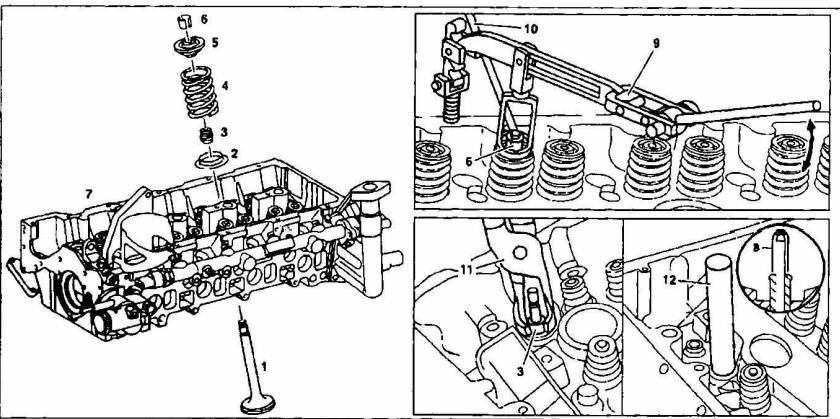

Рис. 23. Снятие и установка клапанов:
1. Снимите головку блока цилиндров **7** (рис. 23).